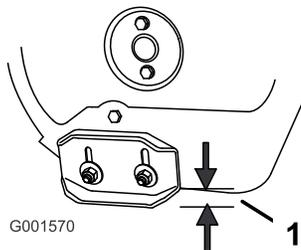

Bild 34
- Lösen Sie die Muttern, mit denen beide Kufen an den Seitenplatten des Räumwerks befestigt sind, bis sich die Kufen leicht nach oben und unten verschieben lassen (Bild 34).